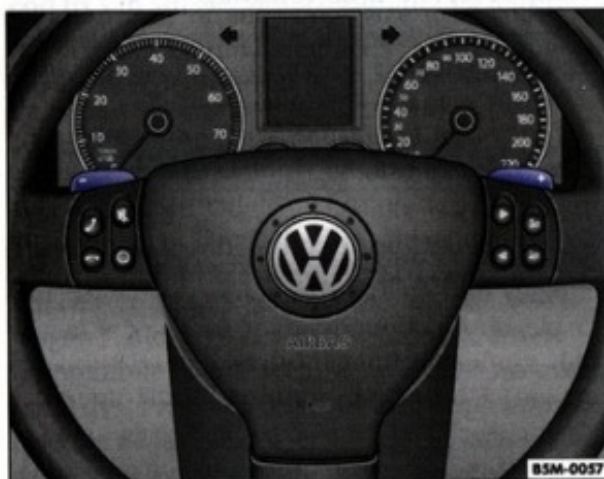

Fig. 3 Volanul multifuncțional cu taste pentru cutia de viteze automată
- Apăsați tasta din dreapta ⇒ fig. 3  spre volan, pentru a selecta treptele superioare de viteză.